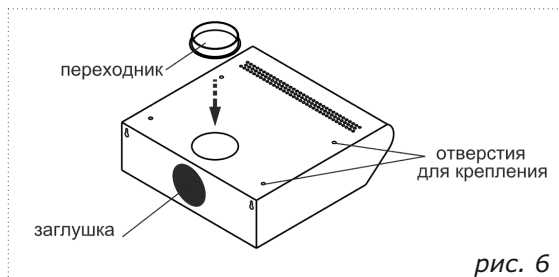

рис. 6
- зафиксируйте переходник в верхнем положении (рис. 6);
- заглушкой (рис.6) закройте отверстие на задней стенке изделия;
- разметьте и просверлите четыре отверстия в полке (к которой крепите вытяжку), согласно отверстиям для крепления на верхней панели корпуса вытяжки(рис.6);